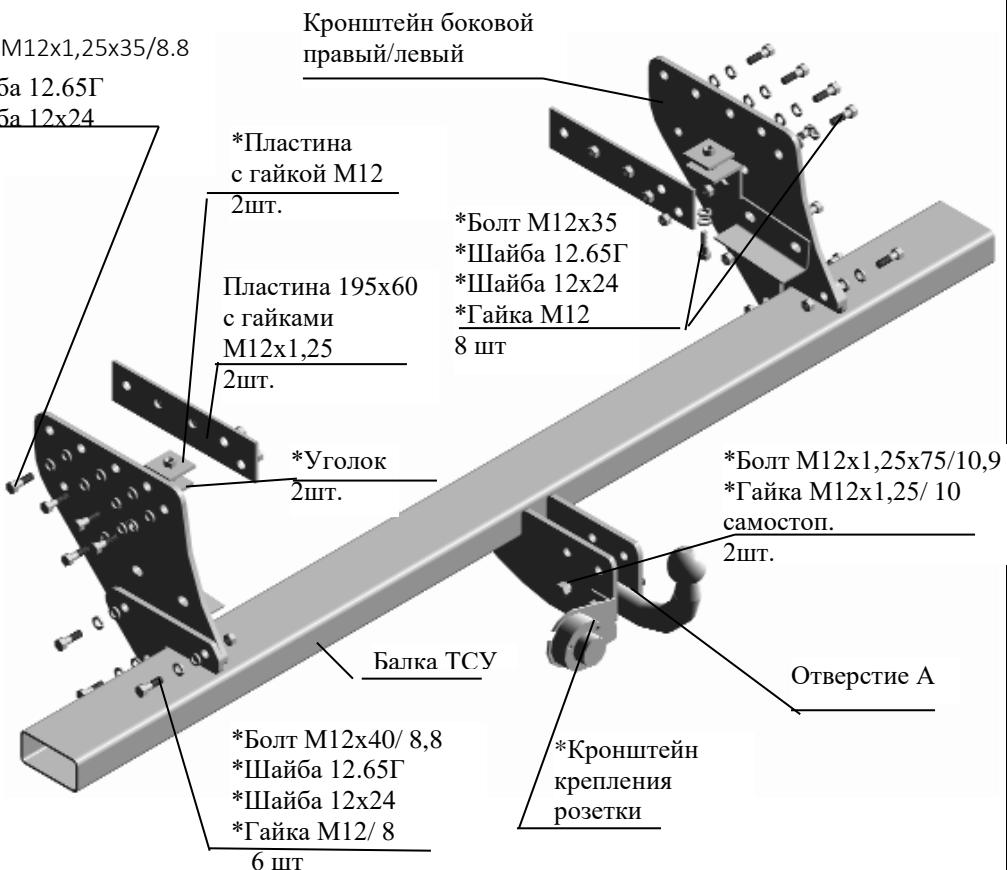

Рис.1 Тягово-сцепное устройство 7114.
2.1 ТСУ 7114 в сборе (рис.1) 1 шт.
2.2 Пакет с комплектующими (см. рис.1)+защитный колпак 1 шт+1 шт.
на рис.1 условно не показаны), установив внутрь лонжеронов усиливающие пластины 195x60 (условное изображение) с приварными гайками, болтами M12x35. Под головки болтов подложить шайбы гроверные 12.65Г и шайбы 12x24 (к приварным гайкам – крепить болты M12x1,25x35). Крепеж не затягивать.
4.5 Закрепить балку ТСУ к боковым кронштейнам крепежом соответственно рис.1.
4.7 Закрепить сцепной шар и кронштейн крепления розетки к кронштейнам шара болтами M12x1,25x75 и крепежом соответственно рис.1